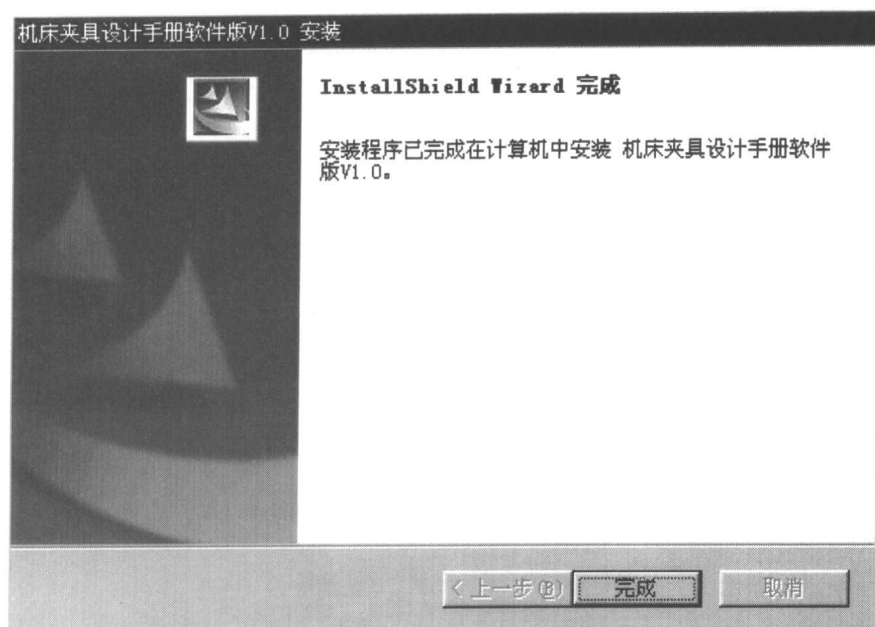

图 1.11 结束安装界面
(10) 最后，屏幕上出现安装程序的结束界面，如图 1.11 所示，单击“完成”按钮，安装程序将完成整个安装过程。